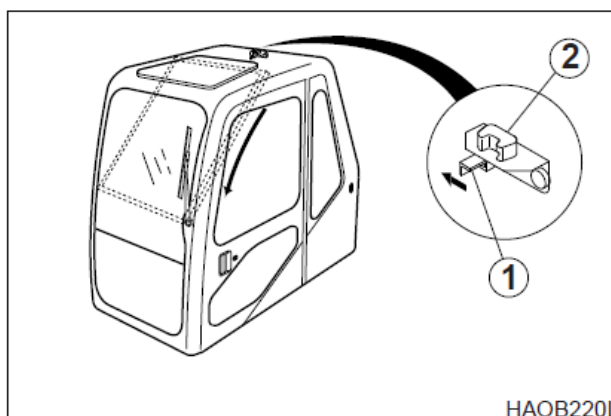

Рис. 113
4. Держа верхнюю ручку переднего окна правой рукой, нажать рычаг (1, рис.113), по направлению стрелки, чтобы разблокировать задвижку (2).